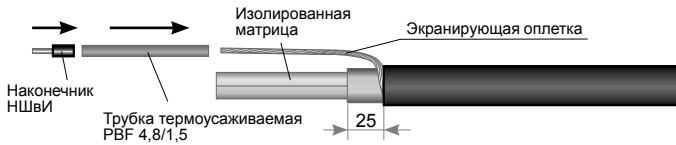

Рисунок 3
5.1.3. Расплести экранирующую оплетку и скрутить ее в жгут. На экранирующую оплётку надеть трубку термоусаживаемую PBF 4,8/1,5, затем надеть и обжать ручным кремпером наконечник штыревой. Разрезать и снять изоляцию с матрицы, оставив 25 мм (см. рис. 3).